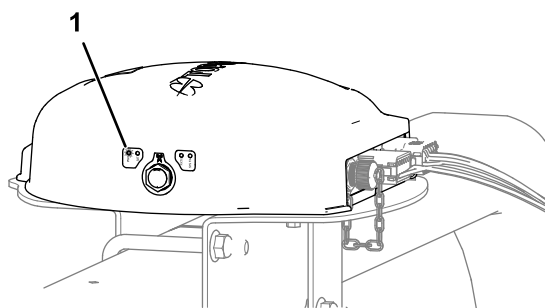

Figura 233
- Receptor de satélite — se enciende el indicador PWR (Figura 233)